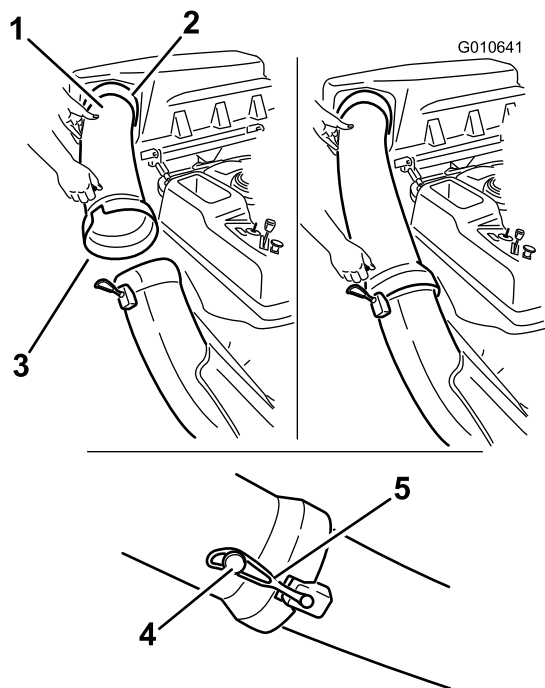

Bild 24
1. Schieben Sie das gekrümmte Ende des Auswurfrohrs in die Öffnung in der Abdeckung des Heckfangsystems (Bild 24).
2. Schieben Sie das breite Ende des Auswurfrohrs über das Ende des Auswurfkanals. Schieben Sie die Gummihalterung auf den Auswurfkanal, bis sie über dem Stift am Auswurfrohr einrastet, und der Auswurfkanal befestigt ist (Bild 24).